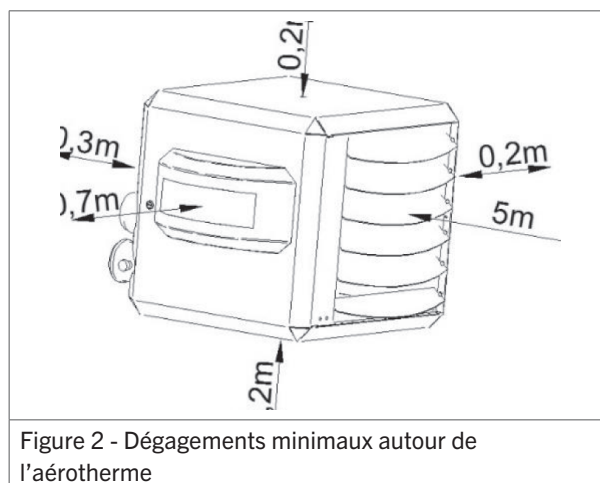

Figure 2 - Dégagements minimaux autour de l'aérotherme
- Respecter un espace libre suffisant entre l'aérotherme et toute obstruction. Cette contrainte s'applique pour des raisons de sécurité et pour faciliter l'accès lors des opérations de maintenance et des réparations (figure 2).